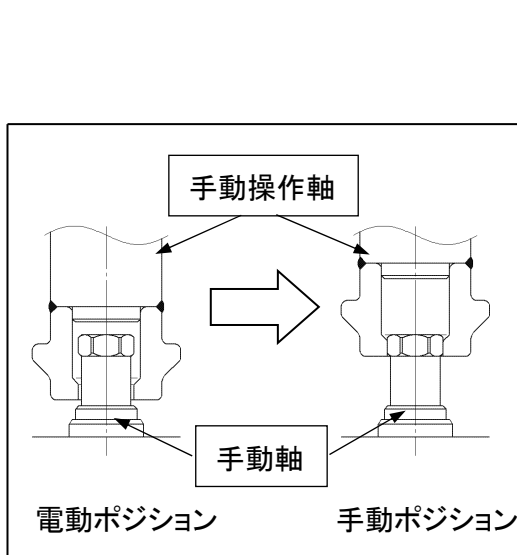

図25
- ① 手動ハンドルを引上げ、手動操作状態にします。(図25)